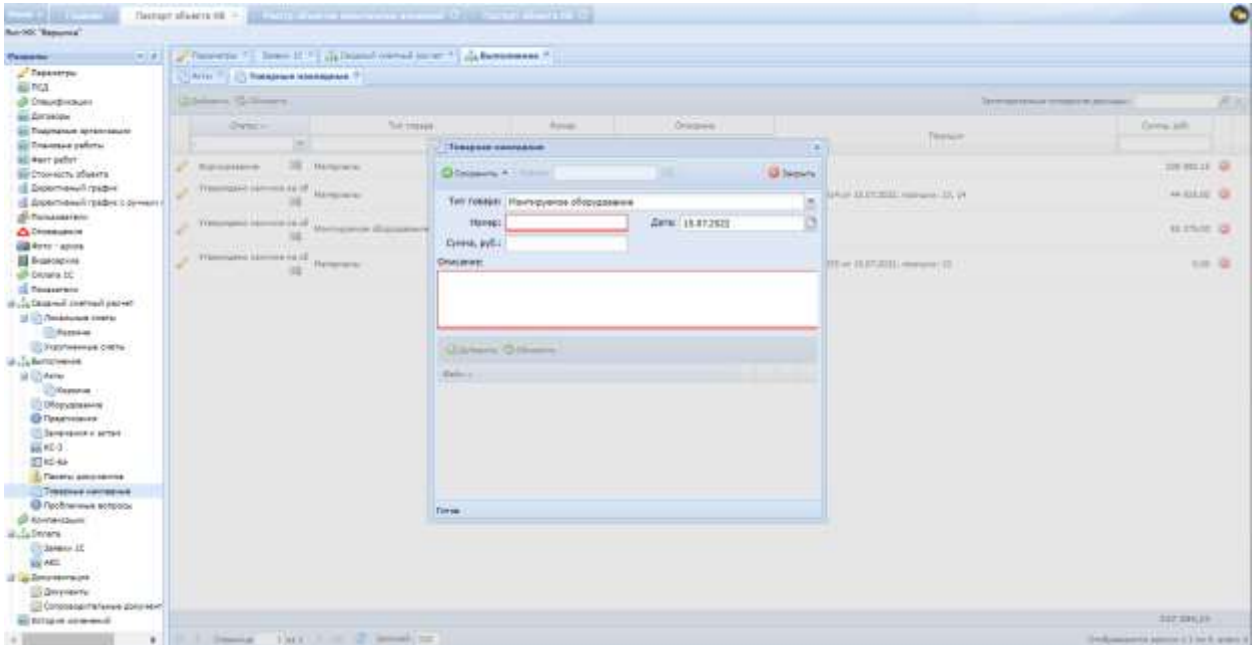

Рис. 103. Прикрепление товарной накладной
- внести номер товарной накладной (счет-фактуры), дату, сумму, описание, прикрепить файлы товарной накладной, нажать кнопку «Сохранить» (Рис. 103).